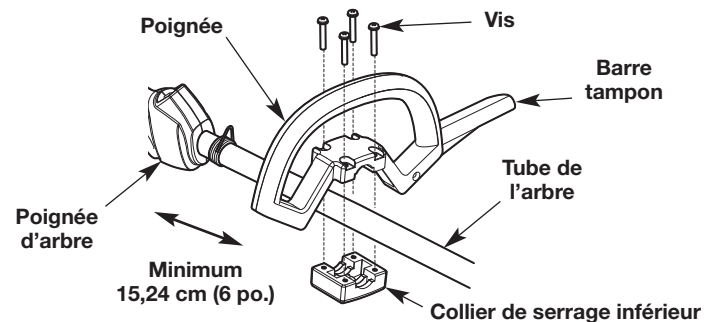

Fig. 3
1. Utiliser un grand de tournevis à tête plate ou un tournevis Torx T-25 pour enlever les quatre vis (4) et le collier de serrage inférieur de la poignée.
4. Insérez les quatre vis (4) à travers la poignée et dans le collier de serrage inférieur.
6. Tout en tenant l'appareil en position d'utilisation (Fig. 15), déplacez la poignée à la hauteur vous assurant la meilleure prise en main. Placez-la à 15,24 cm (6 po.) au moins de l'extrémité de la poignée d'arbre (Fig. 3).
2. Tout en tenant l'appareil en position d'utilisation (Fig. 15), déplacez la poignée à la hauteur vous assurant la meilleure prise en main. Placez-la à 15,24 cm (6 po.) au moins de l'extrémité de la poignée d'arbre (Fig. 3).